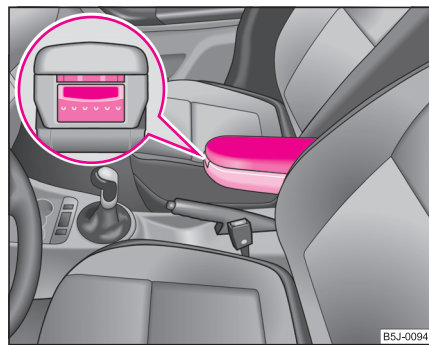

Fig. 86 Apoyabrazos: Portaobjetos
- Para abatir el apoyabrazos ha de presionarse la tecla que se encuentra en la superficie frontal del apoyabrazos ⇒ fig. 86. Abatir el apoyabrazos y volver a soltar la tecla.